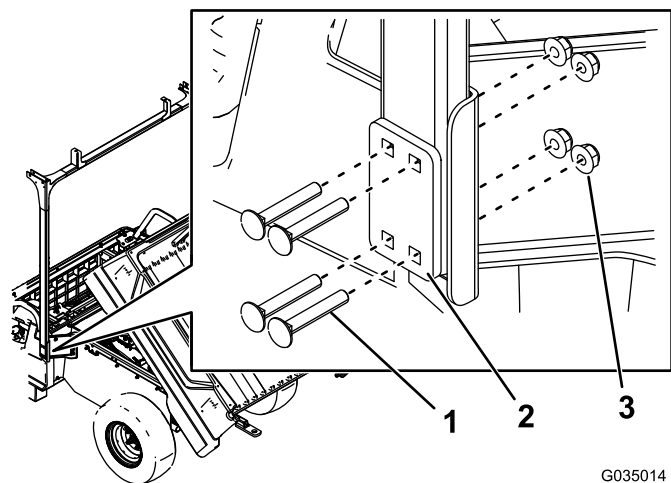

Figure 7
6. Fixez légèrement les tubes arrière aux supports à anse arrière à l'aide de 8 boulons de carrosserie (5/16" x 2"), 2 plaques de montage et 8 écrous (5/16"), comme montré à la Figure 7.